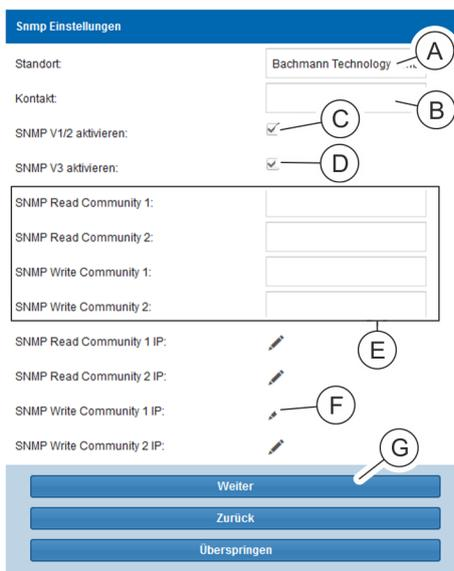

Abb. 42: Fenster "SNMP-Einstellungen"
13. Im Fenster "SNMP-Einstellungen" den Standort (Abb. 42/A) und Kontakt (Abb. 42/B) eingeben.
14. Bei Bedarf die Checkbox „SNMP V1/2 aktivieren“ anklicken (Abb. 42/C).
15. Bei Bedarf die Checkbox „SNMP V3 aktivieren“ anklicken (Abb. 42/D).
16. Bei Bedarf eine SNMP-Read- oder SNMP-Write-Community eingeben (Abb. 42/E).
17. Bei Bedarf ein Bleistift-Symbol (Abb. 42/F) anklicken, um die SNMP-Access-Control zu konfigurieren.
- 20. Eingabe über die Schaltfläche „Weiter“ (Abb. 42/ⓐ) bestätigen.